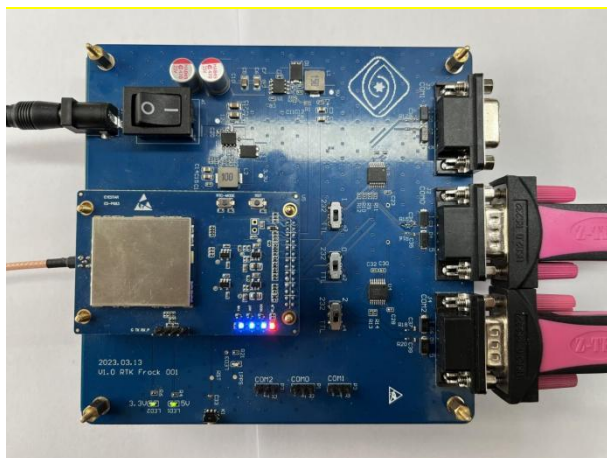

图 4-3 连接串口与电源
- 连接 12V 适配器到 EVK 的电源，启动 P683 板卡，如图 4-3 所示；